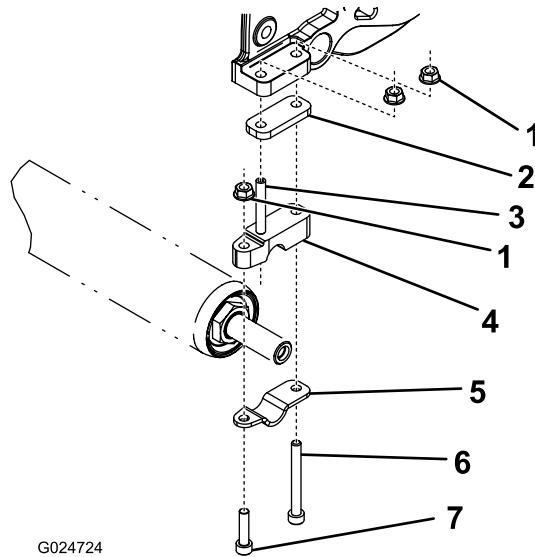
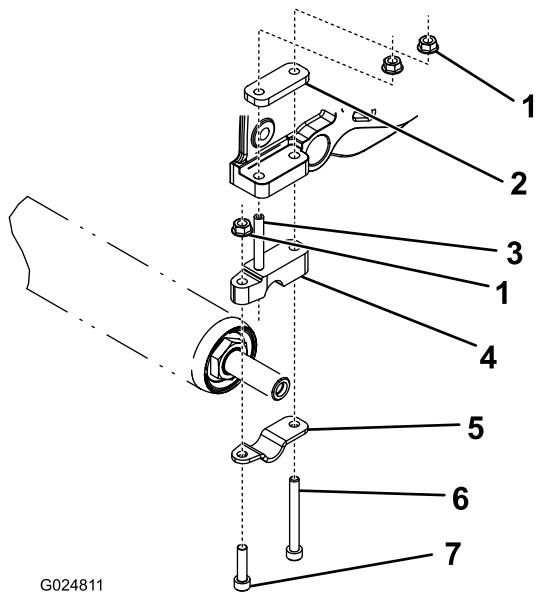

Figura 2
Figura 3
3. Instale las piezas sueltas y el suplemento que retiró anteriormente según se muestra en Figura 2 o Figura 3, dependiendo de la altura de corte deseada.